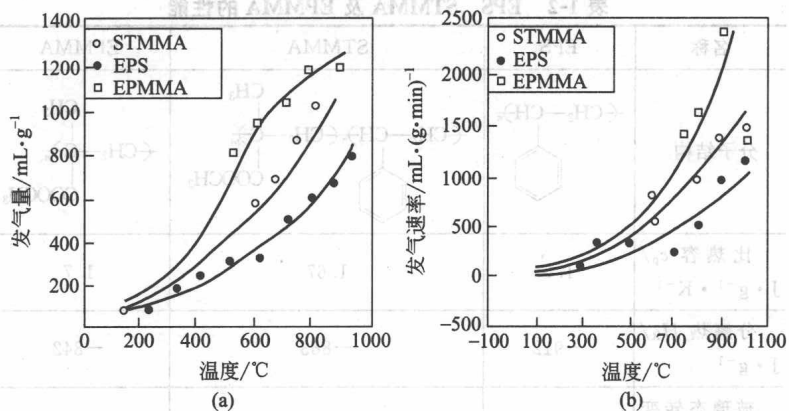

图 1-2 EPS、STMMA、EPMMA 发气量与发气速率
- ① 分子结构不同 EPS 分子结构中含有苯环，而 EPMMA 中含有两个氧原子，STMMA 则是这两种结构的结合体；
- ② 碳含量不同 EPS 碳含量为 92%，STMMA 共聚树脂 (MMA/ST=70:30) 为 69.6%，而 EPMMA 为 60%；
- ③ 汽化温度不同 EPS 汽化温度比 EPMMA 高，EPS 和 EPMMA 汽化难；
- ④ 发气量和发气速率不同 EPMMA 发气量和发气速率比 EPS 大，STMMA 次之 (见图 1-2)。